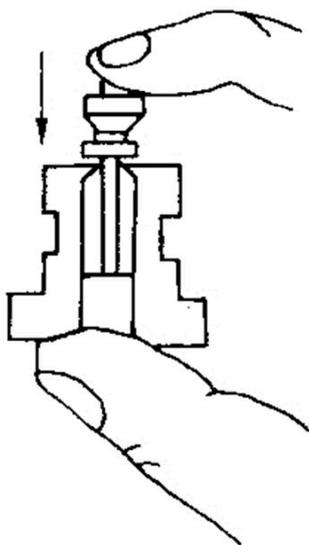

图3 出油阀偶件的密封性试验
①外观检查:工作面不允许有任何划痕、裂纹、锈蚀、局部阴影及斑纹;锥形密封环带应光泽明亮,连续完整,光亮带宽度不能大于0.5mm,出油阀垫片应完好,否则应更换。
②滑动性试验:将用柴油润湿后的出油阀偶件放在垂直位置,用手轻轻地将出阀从阀座中抽出1/3,松开后,出油阀应能借自身重力均匀地落入阀座,不产生卡滞现象,且当出油阀相对阀座转到任何角度位置时,结果均相同。若下滑速度太快,说明配合间隙过大,应更换新件。
③密封性试验:可用简易方法做密封性试验。用手指抵住阀座下面的孔,另一手指将出油阀轻轻从上向下压,当手指离开出油阀上端时,如其能自行弹回,即为良好,如图3所示。